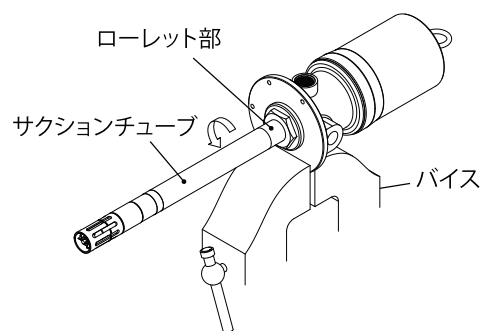

Fig. 2
- ポンプのエアモーターボディ部をバイスに固定し、下ポンプのサクシジョンチューブ上部のローレット部にパイプレンチをかけてねじ戻し外します。（Fig. 2）